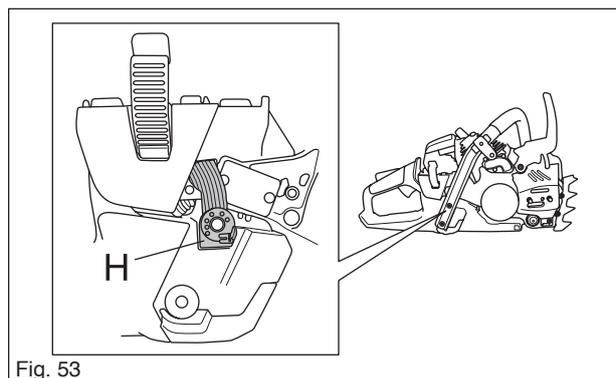

Fig. 53
5. Desserrer la vis de limitation de mouvement H, voir figure 53.
4. Appuyer sur la vis de limitation de mouvement H pour la mettre à sa place, voir figure 53.